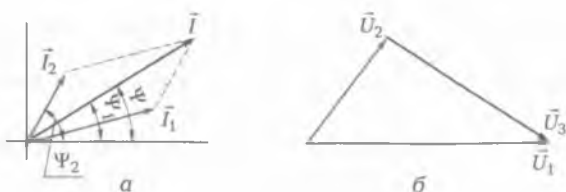

Рис. 4.4. Сложение и вычитание векторов:
**Сложение векторов.** Суммой двух векторов (рис. 4.4, а)  $\vec{I}_1$  и  $\vec{I}_2$  называется третий вектор  $\vec{I}$ , который служит диагональю параллелограмма, сторонами которого являются слагаемые векторы. Если два вектора  $\vec{U}_1$  и  $\vec{U}_2$  лежат на одной прямой, то сумма таких векторов равна их алгебраической сумме, выраженной вектором  $\vec{U}$ .
Если два вектора  $\vec{U}_1$  и  $\vec{U}_2$  имеют общее начало, то их разность геометрически изображается вектором  $\vec{U}_3$ , идущим от конца вычитаемого вектора к концу уменьшаемого вектора (рис. 4.4, б).